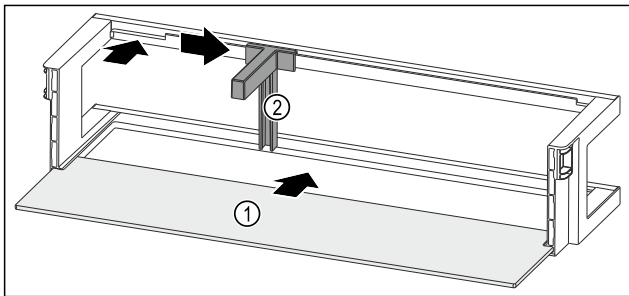

Fig. 121 Лотки на дверцятах з полицею
- ▶ Посуньте полицю Fig. 121 (1) у бічні пази.
- ▶ Вставте тримач пляшок Fig. 121 (2) у паз.
- ▶ Пересуньте тримач пляшок Fig. 121 (2) убік до бажаної позиції.